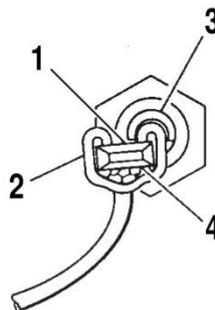

Abbildung 35: Clip-Abzieh-Richtlinie
1. Werkzeug lotrecht zum Stift halten und die "Abwälz" - Spitze unter die Federflanken des Clips einhängen siehe Abbildung 35: Clip-Abzieh-Richtlinie.